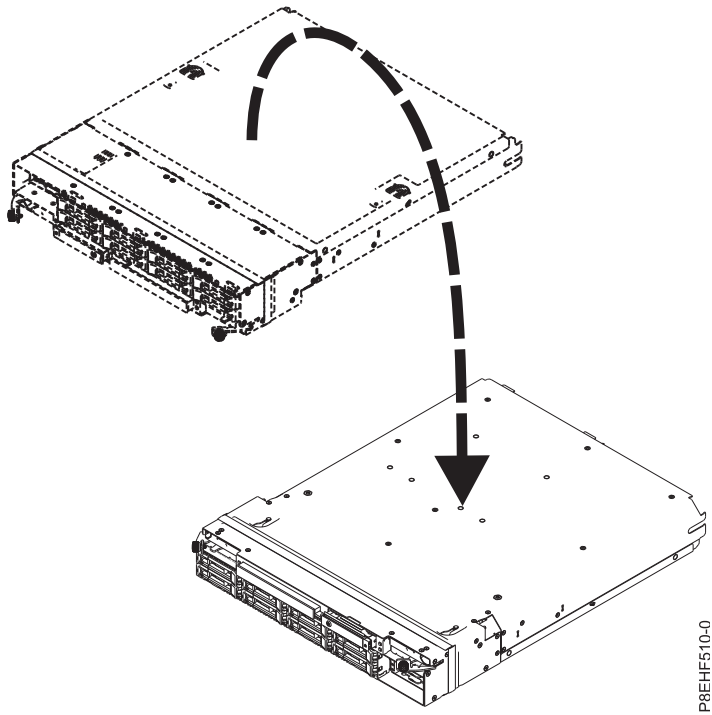

Figure 13. Retournement de l'assemblage RAID
4. Retournez l'assemblage RAID. Voir figure 13, à la page 14.